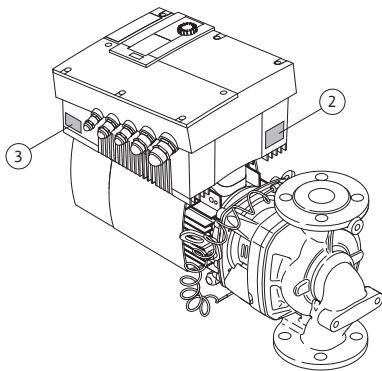

Fig. 12: Расположение фирменных табличек:
- Фирменная табличка привода находится на электронном модуле, со стороны кабельных вводов (Fig. 12, поз. 3). Электроподсоединение насоса должно соответствовать данным, указанным на фирменной табличке привода.